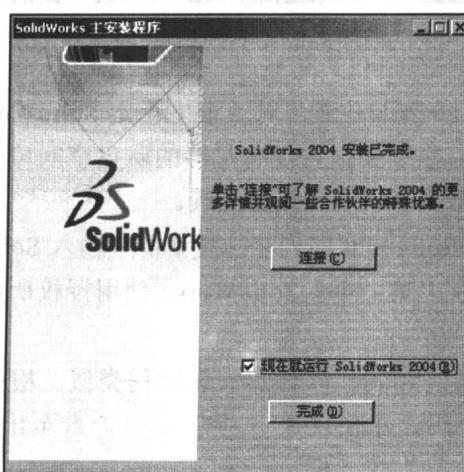

图 1-6 “SolidWorks 主安装程序”对话框
(7) 单击“完成”按钮，将进入“SolidWorks 主安装程序”对话框，其中提示 SolidWorks 2004 已经安装完成，如图 1-6 所示。